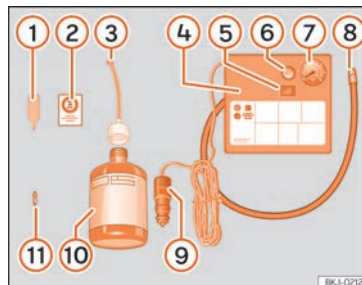

Fig. 31 Representación estándar: contenido del kit antipinchazos.
» **fig. 31:**
- Desenrosque la caperuza y el obús de la válvula del neumático. Utilice el aparato »» fig. 31 ① para extraer el obús. Colóquelo en una superficie limpia.
- Agite con fuerza la botella de sellante de neumáticos »» fig. 31 ⑩.
- Enrosque el tubo de inflado »» fig. 31 ③ en la botella de sellante. El precinto de la botella se romperá automáticamente.
- Retire el tapón del tubo de llenado »» fig. 31 ③ y enrosque el extremo abierto del tubo en la válvula del neumático.
- Vuelva a colocar el obús con el aparato »» fig. 31 ① en la válvula del neumático.
- Enrosque el tubo de inflado del neumático del compresor »» fig. 31 ⑧ en la válvula del neumático.
- Compruebe que el tornillo de evacuación de aire está cerrado »» fig. 31 ⑥.
- Acople el conector »» fig. 31 ⑨ a toma de corriente de 12 voltios del vehículo »» pág. 147.
- Conecte el compresor de aire con conmutador ON/OFF »» fig. 31 ⑤.
- Pegue el adhesivo »» fig. 31 ② en el cuadro de instrumentos, dentro del campo visual del conductor.
»» fig. 31 ⑤ y compruebe la presión en el manómetro ⑥.